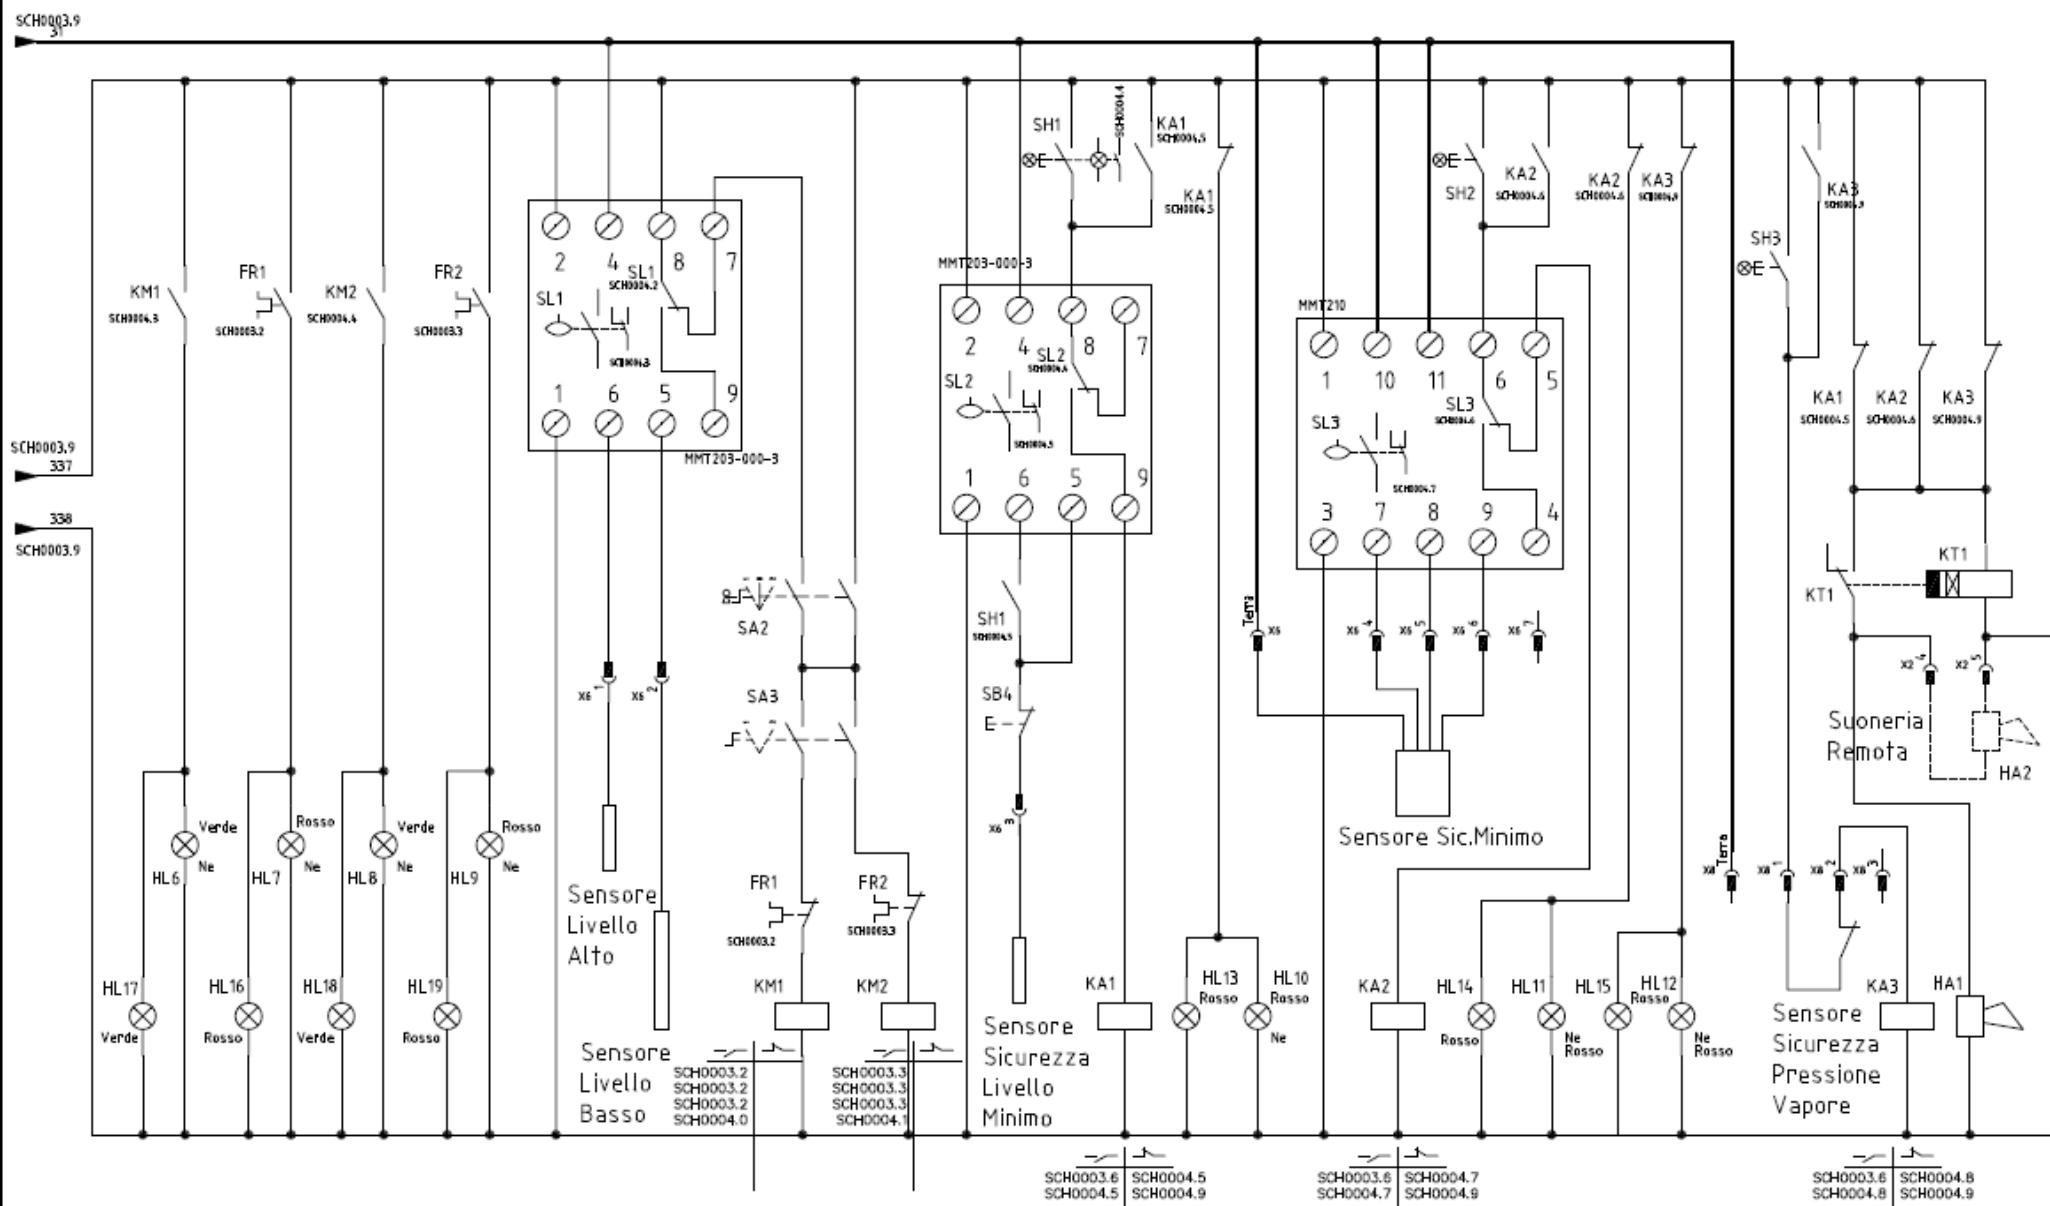

Рисунок 4
- снять крышку реле давления и повернуть регулировочный диск шкалы (3) до значения, определенного на основании графика на рисунке 4 на стр. 11 и соответствующему желаемому дифференциалу; значение шкалы (2) + дифференциал – давление при котором реле останавливает работу горелки.
- - дифференциальный диск (3) должен быть установлен в соответствии с графиком на рис. 4